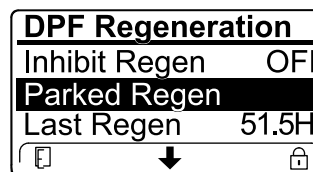

Рисунок 87
- Если компьютер двигателя запрашивает или выполняет восстановительную регенерацию, а вы перейдете вниз к опции PARKED REGEN (СТАЦИОНАРНАЯ РЕГЕНЕРАЦИЯ), стационарная регенерация будет заблокирована и в нижнем правом углу дисплея инфо-центра появится значок «Замок» (Рисунок 87).